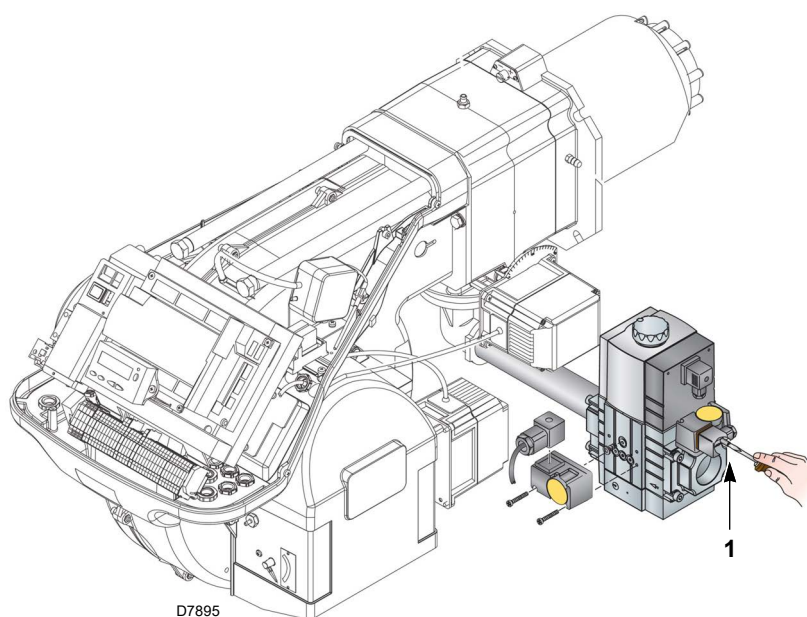

Fig. 27
- Controlar a pressão de alimentação do gás ligando um manómetro no conector fêmea de pressão 1)(Fig. 27) do pressostato gás de mínima: deve ser inferior à pressão máxima permitida da rampa de gás, indicada na placa das características.
- Realizar a purga do ar da tubagem da rampa de gás, ligando um tubo de plástico no conector fêmea de pressão 1)(Fig. 27) do pressostato gás de mínima. Levar o tubo de purga para fora do edifício, até notar o odor característico do gás.